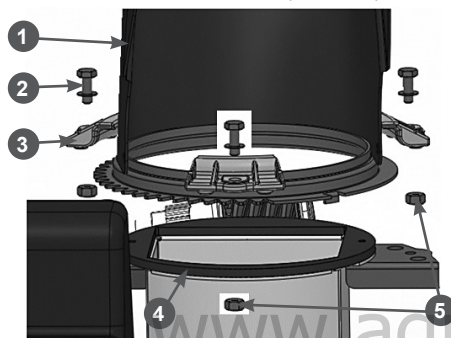

Рис. 15. Установка жёлоба выброса снега
- установите жёлоб 1 выброса снега, как показано на Рис. 15 и закрепите его с помощью пластин 3, болтов 2 с шайбами и гайками 5 (Рис. 15).